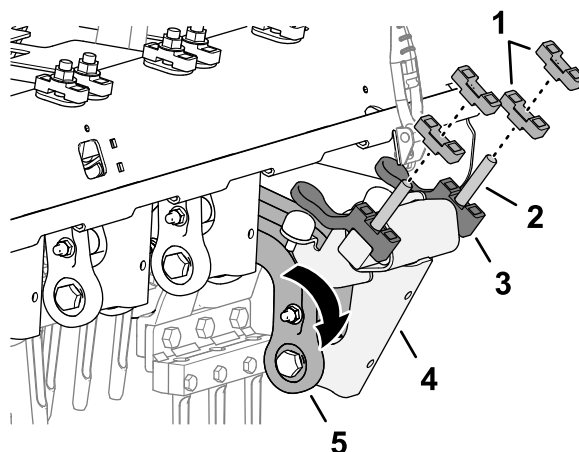

Figura 122
3. Rode o elo do amortecedor e o eixo do amortecedor para baixo (Figura 122).